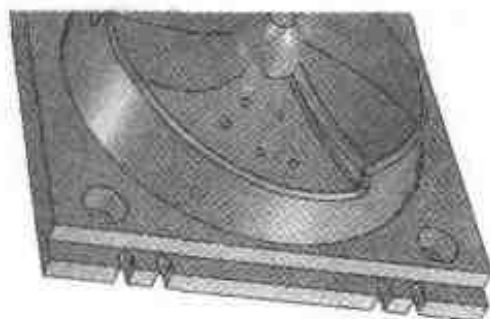

图 2.156 生成一个叶面上的 5 个顶杆孔
- (4) 重复上面的步骤(1)~(3)4 次，再生成 4 个孔图素，但它们的坐标位置分别为(17, 169, -80), (74, -130, -80), (43, -92, -80), (-7, -99.5, -80)，结果在一个叶面上生成的 5 个顶杆孔，如图 2.156 所示。